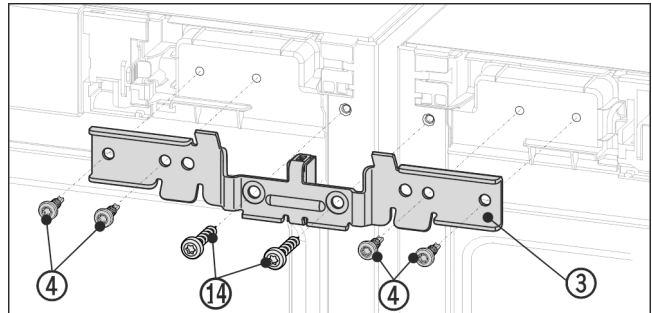

Fig. 11 Beispielhafte Darstellung
- Winkel Fig. 11 (3) mit dem Distanzstück zwischen die Geräte und auf die Zapfen schieben. Den Winkel mit vier Schrauben Fig. 11 (4) und den zuvor herausgeschraubten Erdungsschrauben Fig. 11 (14) abwechselnd rechts und links lose anschrauben.